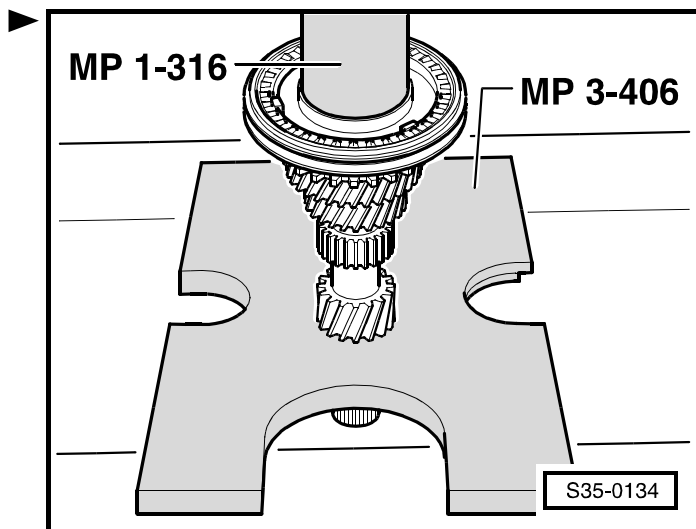

Рис. 11: Запрессовывание внутреннего кольца -А- роликподшипника
- запрессовывание ⇒ Рис. 11 в **35-1** страница 7